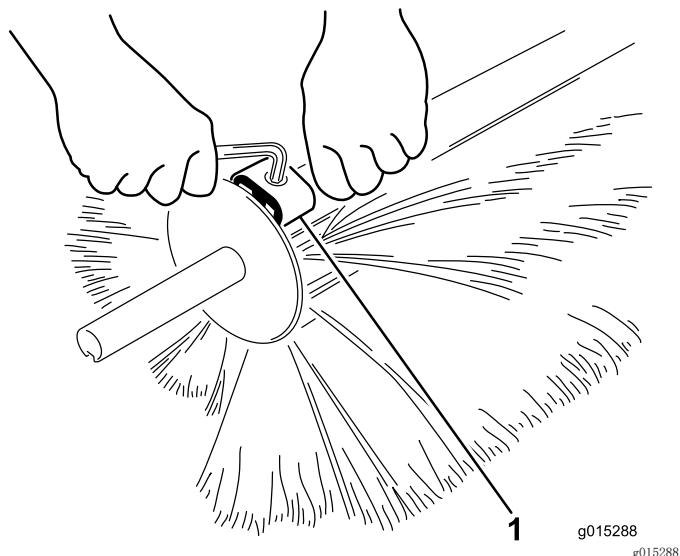

图29
3. 用通用扳手松开夹具，并将其从刷子的一半取下 (图29)。